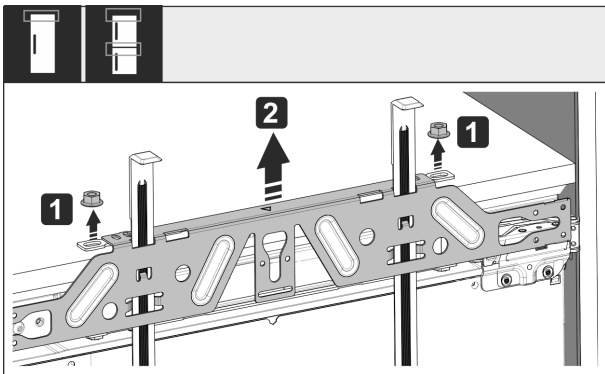

Fig. 58
- Løsn kontramøtrikkerne Fig. 58 (1).
- Tag fastgørelsestraversen Fig. 58 (2) af.